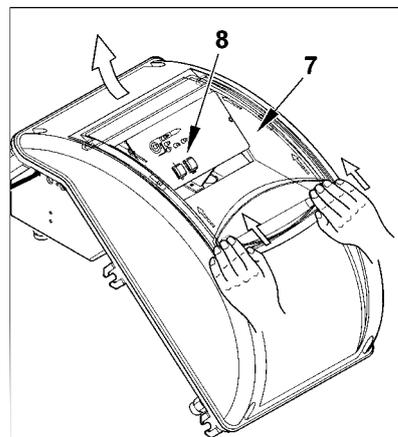

Рисунок 4
- 4) Для закрытия крышки электрического щита, закрутите 4 винта (1), используя
момент затягивания, равный приблизительно 5 Нм, для обеспечения правильного уплотнения. Теперь можно получить доступ к панели управления (8). Отцепите прозрачное окошко (7), слегка надавливая руками в направлении стрелок на рис. 4. Переместите окошко вперёд на некоторый отрезок, после чего отделите его от крышки.
- 5) Для правильного расположения прозрачного окошка на щите поступайте в соответствии с рисунком 5: поместите крюки в соответствующие гнёзда (9), продвиньте окошко в направлении, указанном стрелкой, пока не услышите лёгкий щелчок. Теперь обеспечено должное уплотнение.